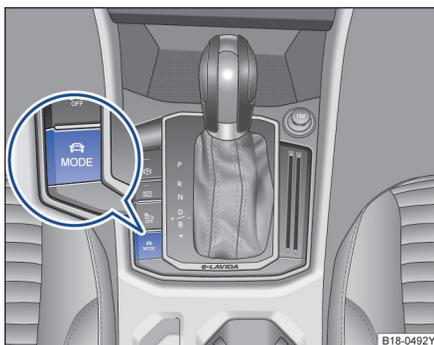

图 90 在中控台下部：驾驶模式选择按钮
- 按压驾驶模式选择按钮 ⇒ 图 90。
- 再次按压驾驶模式选择按钮 ⇒ 图 90 或点击信息娱乐系统中所需驾驶模式的功能按键，即可切换驾驶模式。